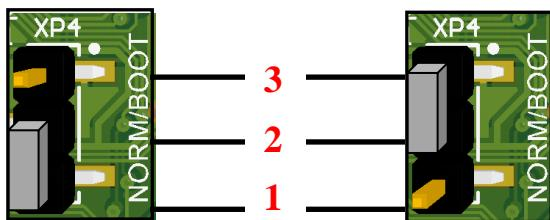

Рисунок 43. Разъем **XP4**: а) джампер в положении **NORM** (замкнуты контакты **1** и **2**); б) джампер разъема в положении **BOOT** (замкнуты контакты **2** и **3**)
3. В течение 30 секунд установить джампер разъема **XP4** в положение **BOOT** (смотрите рисунок 43). В противном случае ККТ выключится.
- 2.2. В течение **30 секунд установить джампер разъема XP4 в положение BOOT** (смотрите рисунок 43), в противном случае ККТ выключится.